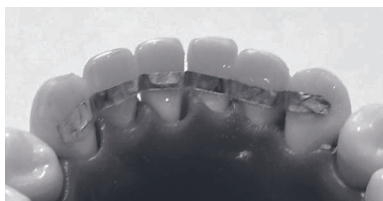

Рисунок 1
- 1) Плотно прижмите кусочек фольги к зубам, чтобы создать шаблон (см. рис. 1).